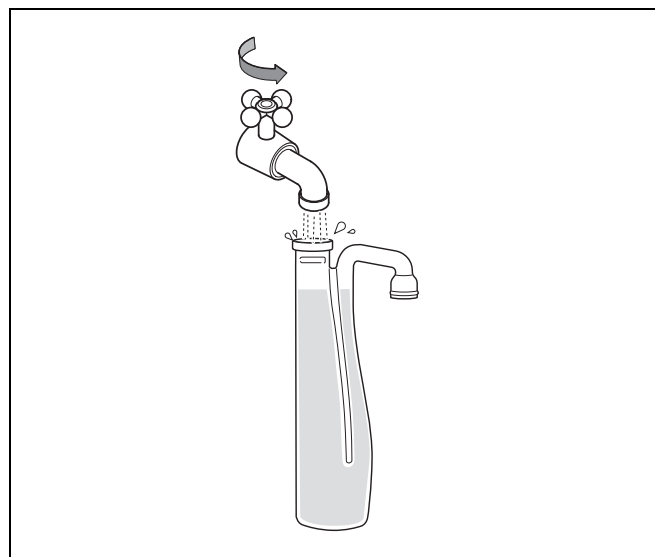

Fig. 16 Umpleți sifonul cu apă
- Umpleți sifonul (din conținutul la livrare al cazanului) cu apă (Fig. 16).